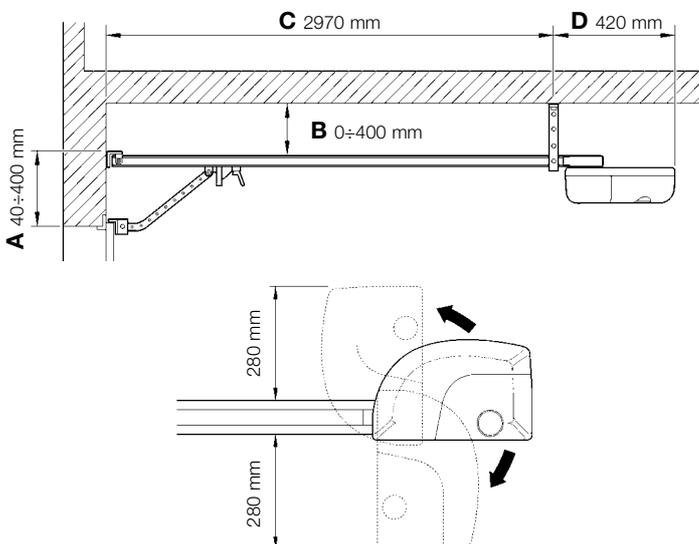

Figura 8
- Controlar que haya los espacios mínimos y máximos indicados en la Figura 8.
6 Respetando las medidas A, B y C de la Figura 8, marque el centro de la puerta (o ligeramente hacia un lado, tal como indicado en la Figura 11) los 2 puntos de fijación del estribo delantero de la guía. De acuerdo con el tipo de material, el estribo delantero puede fijarse con remaches, tacos o tornillos (Figura 19). Si las medidas A, B y C (figura 8) lo permiten, el estribo puede fijarse directamente al techo.
8 Fije los estribos [I] tal como se muestra en la Figura 19 por medio de los tornillos [G] y las tuercas [H], escogiendo el agujero que permita respetar la cota [B] (véase la figura 8).